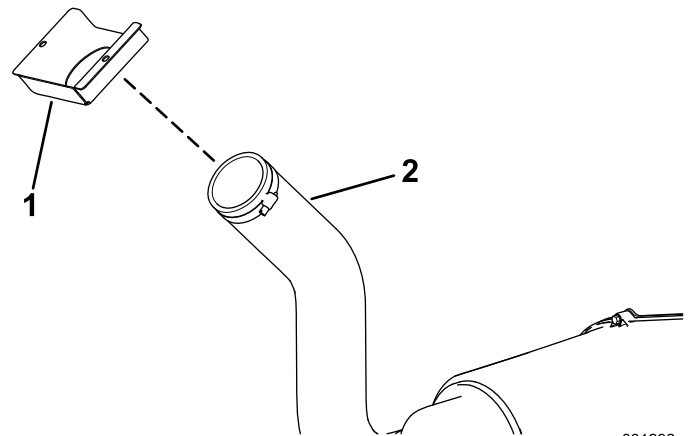

図 2
5. インテークフードに、CVT エアインテークホースを取り付ける (図 2)。